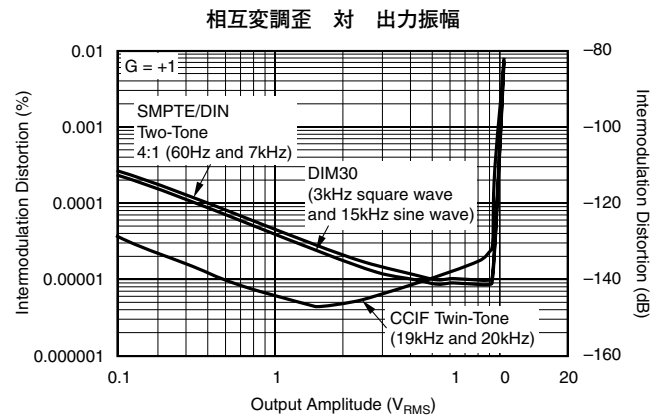

図 12
(1) 測定帯域幅については、図7~図12を参照してください。